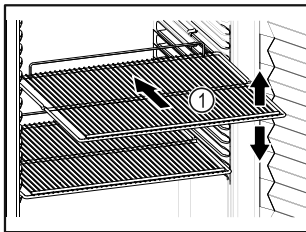

Fig. 61 Eksempelfremstilling
- Hvis oppbevaringshyllene Fig. 61 (1) kan flyttes, juster etter høyden.